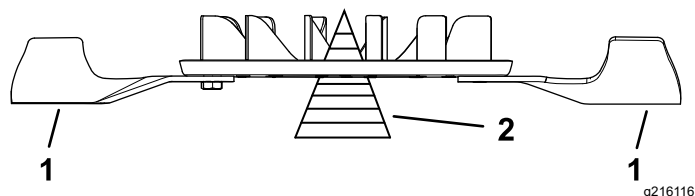

Figura 109
2. Verificați echilibrarea ansamblului lamei aezându-l pe dispozitivul de echilibrare lamă (Figura 109).